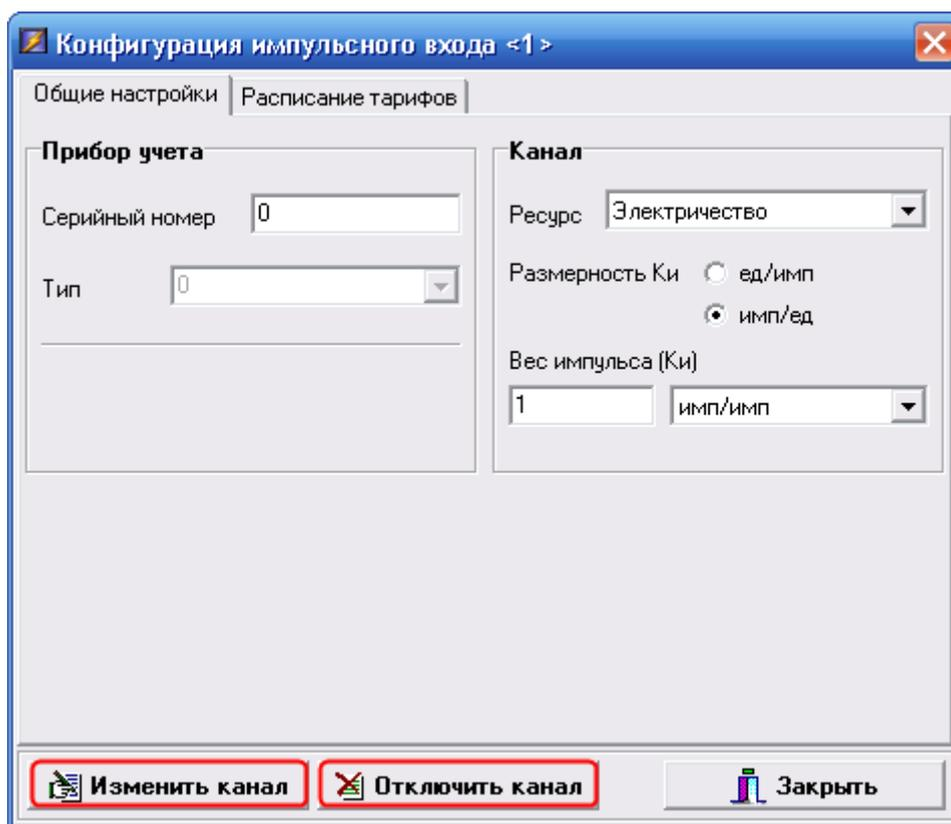

Рисунок 5. Окно конфигурации импульсного канала
- в появившемся окне «Конфигурация импульсного входа <X>» произвести настройку канала в соответствии с необходимыми требованиями (рисунок 5);